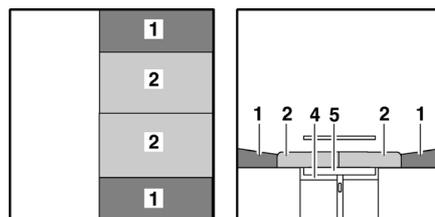

Bild 130 Nach dem Umbau
- Die Sitzpolster (Bild 130,2) zur Mitte ziehen.
- Die Rückenpolster (Bild 130,1) zwischen die Sitzpolster und die Wand legen.
- ▷ Je nach Modell muss an Stelle des zweiten Rückenpolsters (Bild 130,1) ein Zusatzpolster eingelegt werden.